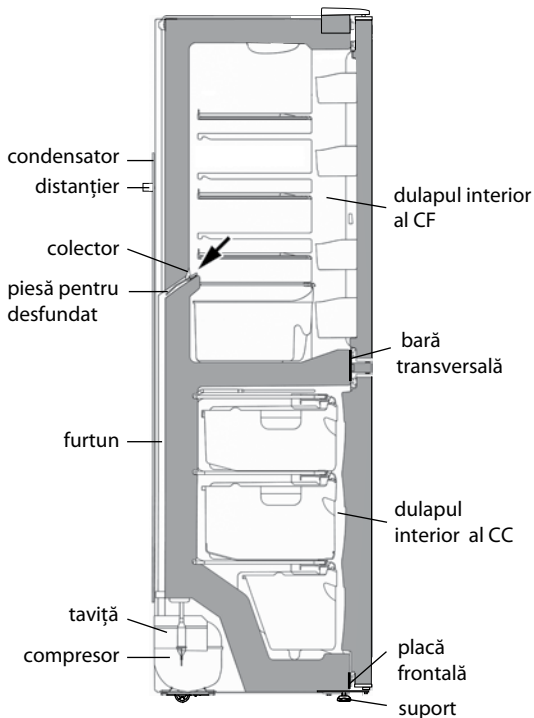

Figura 6 – Schema scurgerii apei rezultate în urma topirii din CF
**2.2.1** În CF se folosește un sistem automat de dezghețare. Bruma, care apare pe perețele din spate a CF, după deconectarea compresorului care lucrează în ciclu, se topește și se transformă în picături de apă. Picăturile de apă rezultată în urma topirii se scurg în colector, apoi prin gaura acestuia și prin furtun - în tavița de pe compresor, în conformitate cu figura 6 și se evaporă. Gaura colectorului este dotată cu o piesă pentru prevenirea înfundării sistemului de drenaj.
Prezența apei în colector indică înfundarea sistemului de drenaj. Pentru eliminarea înfundării folosiți piesa corespunzătoare și curățați gaura colectorului, astfel ca apa să se scurgă liber în taviță, apoi spălați piesa și instalați-o în conformitate cu figura 6.
**SE INTERZICE** să utilizați frigiderul cu sistemul de scurgere înfundat. Apa care a apărut pe fundul CF sau care a ajuns în locul de alăturare a barei transversale și a dulapului interior al CF, în conformitate cu figura 6, poate provoca coroziunea dulapului exterior al frigiderului și elementelor agregatului frigorific, defectarea izolației termice, formarea crăpăturilor dulapului interior și defecțiunea frigiderului.